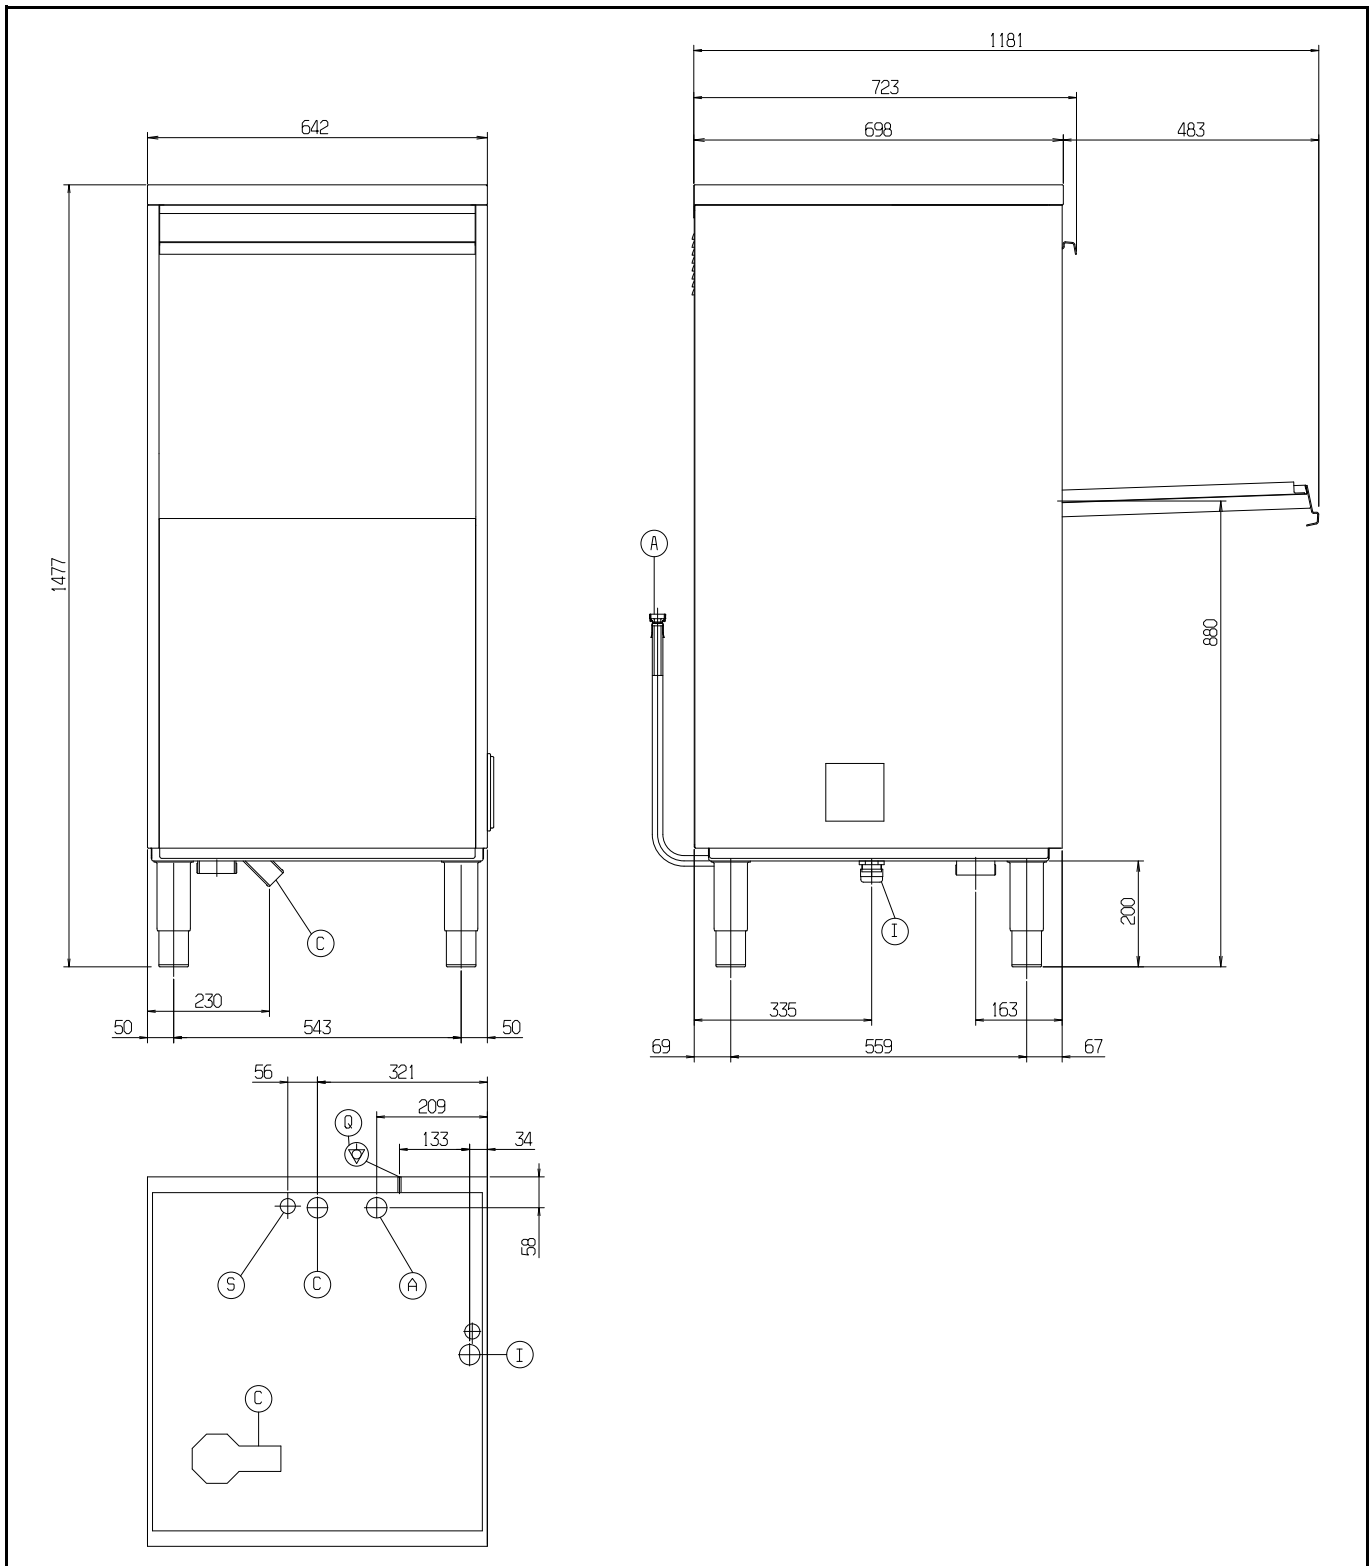
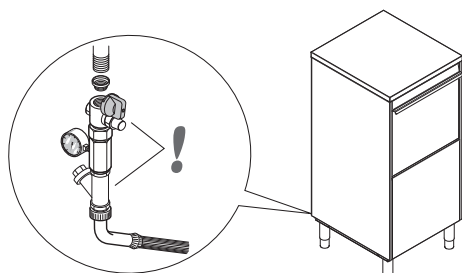

Fig. 4
Fig. 6
Legenda Fig. 4
- Sluit de watertoevoerslang "A" (Fig. 4) van het apparaat aan op de waterkraan, plaats het bijgeleverde filter en eventueel een manometer (Fig. 6).
Sluit de waterafvoerslang "C" (Fig. 4) aan op de afvoer welke voorzien is van een sifon. Maximale hoogte afvoer 150 mm. gemeten vanuit de vloer.
- Sluit de aardedraad van het aansluitsnoer aan op een deugdelijke aardeaansluiting. Het apparaat dient bovendien opgenomen te worden in een equipotentiaalsysteem. De aansluiting hierop wordt uitgevoerd door middel van schroef "Q" (Fig. 4), die gemerkt is met het symbool "⚡". De equipotentiaalgeleider dient een doorsnede van 10 mm² te hebben.